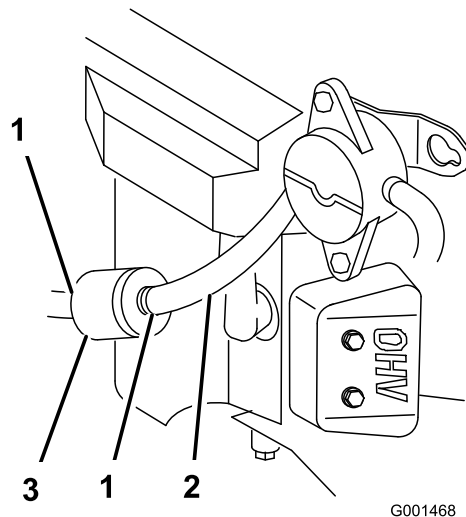

Figure 35
4. Pincez les extrémités des colliers et faites glisser ceux-ci pour les éloigner du filtre (Figure 35).